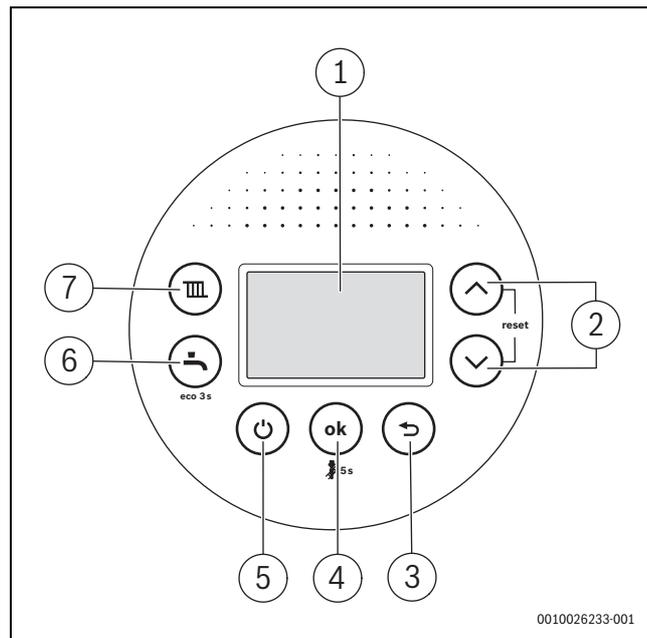

Fig. 93 Aperçu du tableau de commande
Après la mise en service, la touche  (→ fig. 93, [5]) démarre ou arrête simultanément le chauffage et la production d'eau chaude sanitaire via la chaudière murale à condensation, sans interrompre l'alimentation électrique.
- En fonctionnement normal, désactiver l'appareil avec la touche  (→ fig. 93, [5]).